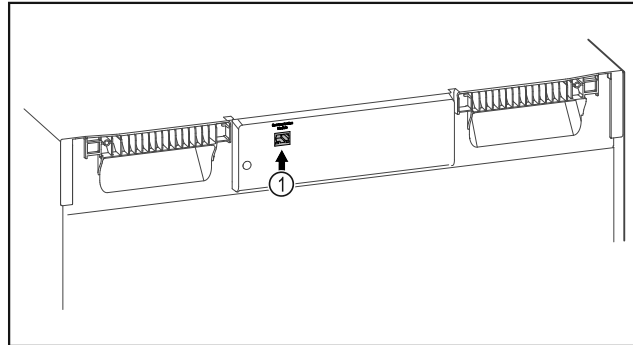

Fig. 140
- A SmartModule Fig. 140 (1) be van helyezve.